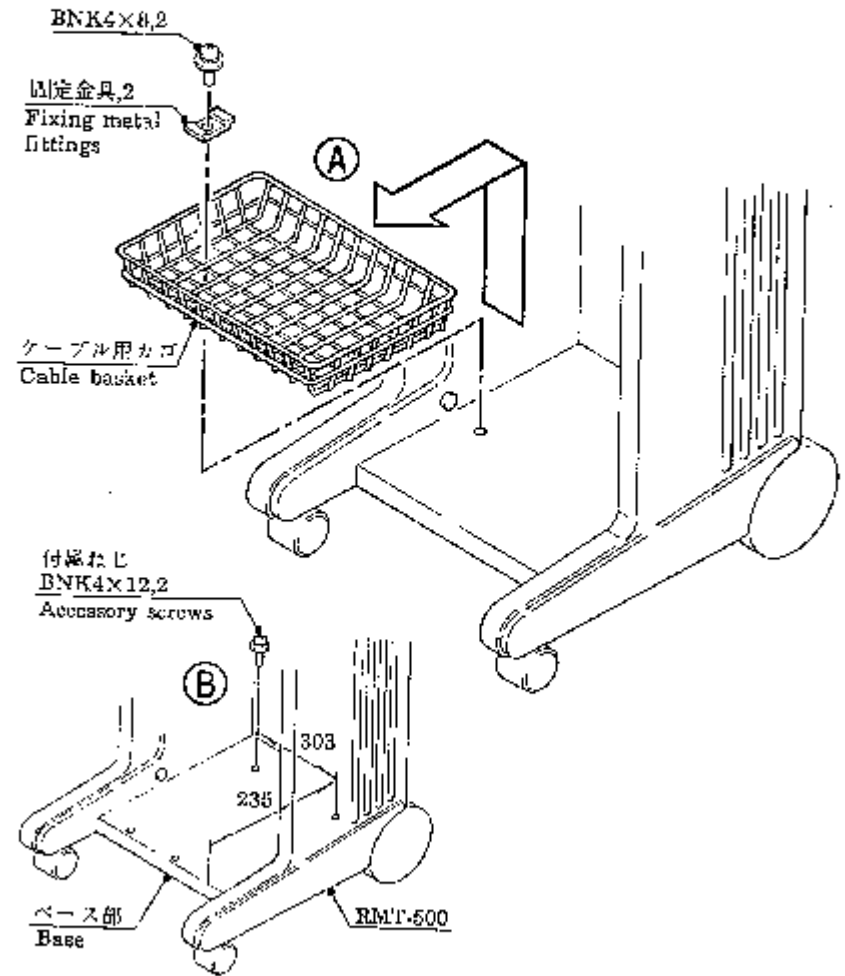

図1 Fig.1
- (1) 固定つまみ2個をゆるめ、フック金具(後)を後方一杯までスライドさせる。(図1②)
- (1) Loosen the two locking knobs, and slide the rearhook backward to the extreme end. (② in fig.1)